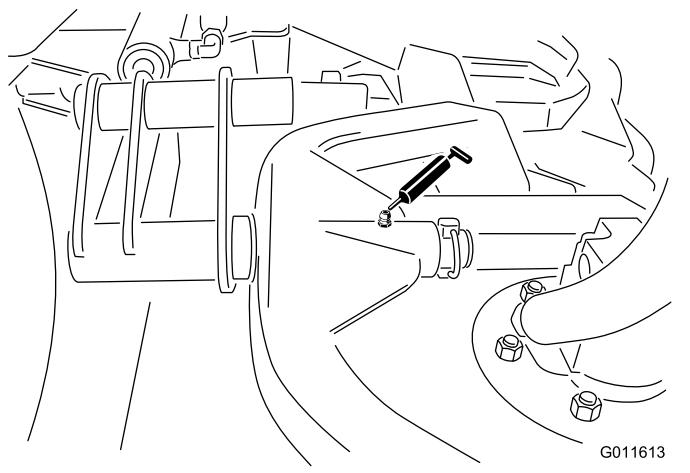

Figura 45
- Pivote del bastidor de tiro de la unidad de corte (1 en cada) (Figura 45)